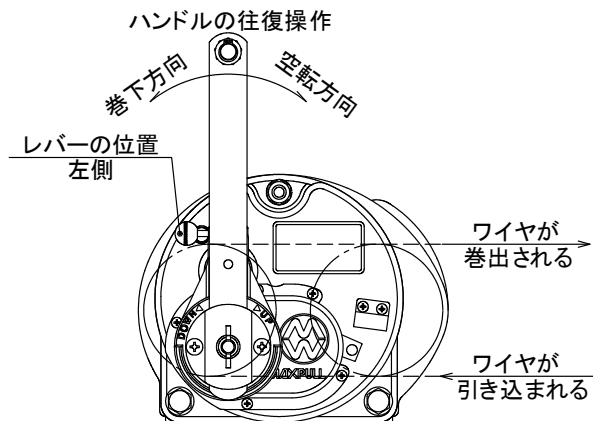

図10 巻下げの切り替えレバーの位置
- (1) ワイヤロープをドラムから巻出す（巻下げ）ときには、図10のように切り替えレバー（赤色のボール）をウインチ正面から見て左側にしてください。